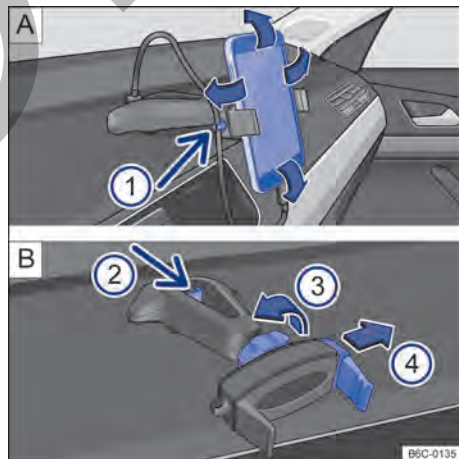

Fig. 166 En la consola central: soporte para teléfono celular y ajustes.
- Sujetar el soporte con una mano y presionar la tecla de desbloqueo → fig. 166 B (flecha).
- Con la varilla → fig. 166 B mover en la dirección de la flecha, e instalar el teléfono celular en el alojamiento.
- Con la otra mano mover la varilla → fig. 166 B hasta que se pueda retirar el aparato del alojamiento.
- Colocar el cable USB en la entrada cargador USB del soporte existente en el panel de instrumentos → fig. 166 A.
- Sujetar el cable en el soporte → fig. 166 A .
- Para liberar el movimiento del soporte, girar la traba → fig. 166 B en la dirección opuesta de la flecha.
- Para fijar la posición, girar la traba en el sentido de la flecha → fig. 166 B hasta la fijación completa del soporte.
i El soporte para teléfono celular tiene una garantía de 3 años, con excepción de la varilla deslizante (garra) → fig. 166 **B** **4** que tiene garantía de 1 año.